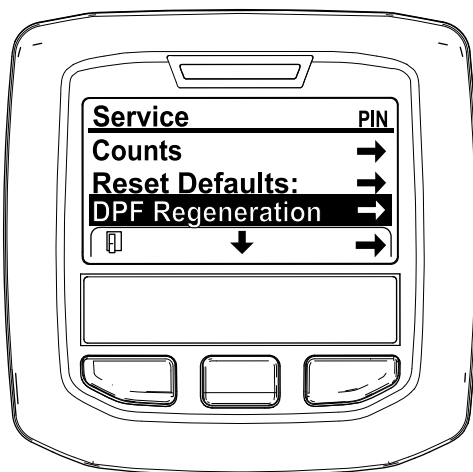

Figura 44
3. En el menú SERVICE (Servicio), pulse el botón del medio hasta que aparezcan las opciones de DPF REGENERATION (Regeneración de DPF) y pulse el botón derecho para seleccionar la opción DPF REGENERATION (Regeneración de DPF) (Figura 44).